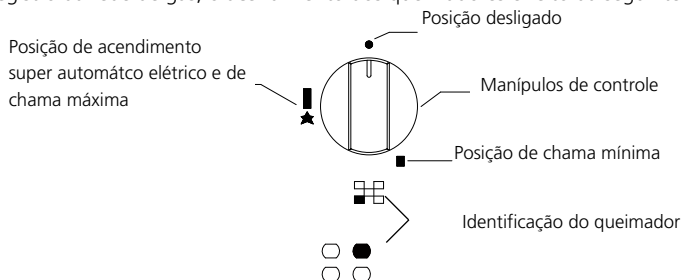

Fig. 2
No painel do cooktop está gravada a posição do queimador, controlada por cada manípulo (fig. 2). Depois de aberto o registro da rede de gás, o acendimento dos queimadores é feito da seguinte forma:
- Pressionar e girar em sentido anti-horário o manípulo correspondente ao queimador desejado, até a posição de chama máxima (fig. 2).